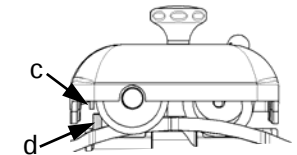

Abb. 43
2. die Kappe der Schleifvorrichtung (1) hochziehen (a) und um 180° drehen (b Abb. 43);